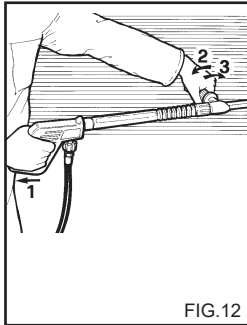
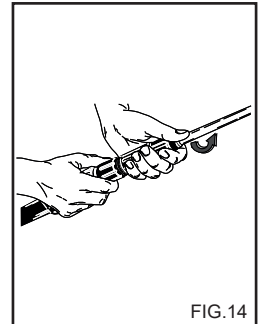

FIG.12
FIG.14
USO DA LANÇA DUPLA (Acessório opcional) (Fig. 12).
2) Retire a extensão da pega e insira a lança dupla ou a lança com cabeça regulável (fig.14), accione a máquina de jacto de água a alta pressão, active o comando de aspiração do detergente presente na lança (fig. 12, 13) e percorra a superfície a lavar agindo de baixo para cima. Deixe reagir durante alguns minutos.